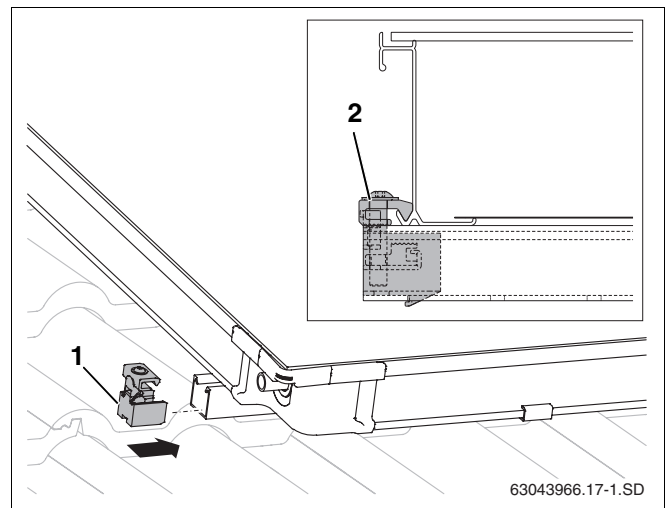

Fig. 49 Tensor do colector unilateral esquerdo
- ▶ Deslocar os tensores de colector unilaterais (fig. 49, **item 1**) nos perfis superior e inferior.
- ▶ Deslocar o tensor do colector até à moldura do colector e aparafusar com a chave SW5 (fig. 49, **item 2**).